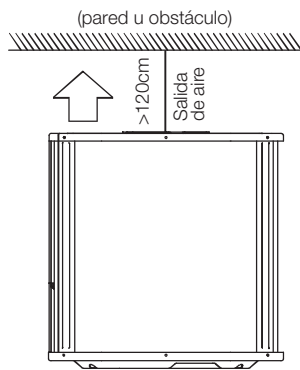
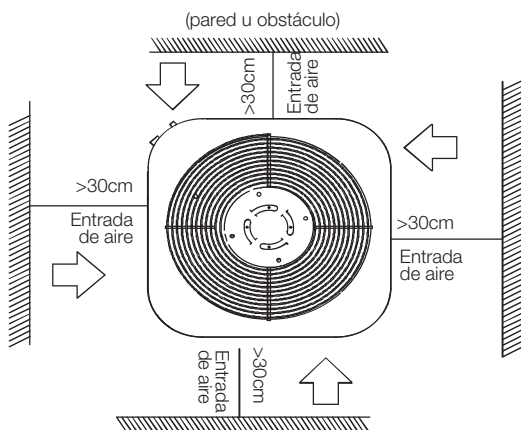

Fig. 6-7
Fig. 6-8
- La distancia mínima entre la unidad exterior y los obstáculos descritos en el gráfico de instalación no significa que la misma es aplicable a la situación de un espacio hermético. Deje abierta dos de las tres direcciones. (Ver Fig. 6-7, Fig. 6-8, Fig. 6-9)